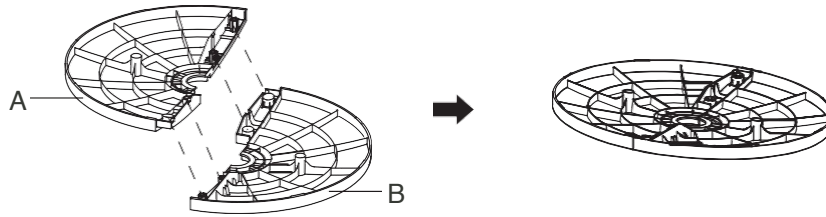

Fig 1
1. Traieu les dues parts de la base de la caixa d'embalatge. Introduïu els dos pals de la part A en dos forats de la part B i inseriu els dos pals de la part B en dos forats de la part A per muntar la base com a Fig 1
1. Take out the two parts of base from packing box. Insert the two poles of part A into two holes of part B, and insert the two poles of part B into two holes of part A to assemble the base as Fig 1